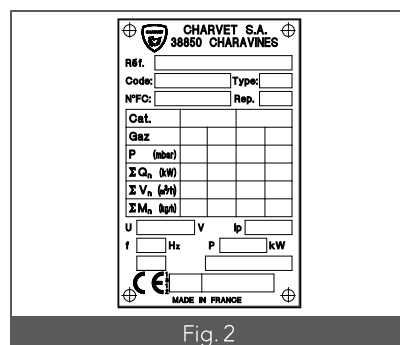

Fig. 2
- Remplir la cuve d'huile - Le niveau doit être compris entre les repères Mini. (Fig. 2 – Rep. 1) et Maxi. (Fig. 2 – Rep. 2).
- Une fois la cuisson satisfaisante, lever le panier puis utiliser le support de panier (Fig. 2 – Rep. 3) pour égoutter la friture.
- Régler le minuteur (Fig2) selon le temps souhaité.